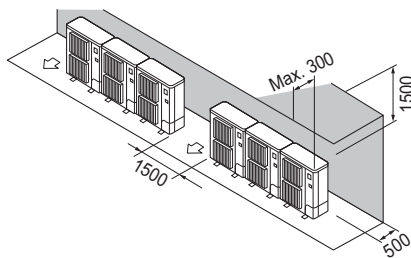

Fig. 3-12
- ② Alleen obstakels aan de achter- en bovenzijde (Fig. 3-12)